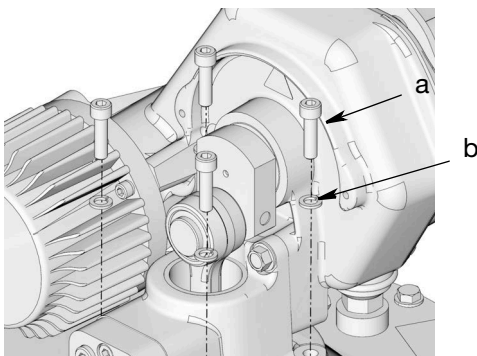

图 8
- 将泵底座上的孔与储罐盖上的孔对齐 (图 8)。使用步骤 1 (第 8 页) 中拆下的螺丝 (a) 和垫圈 (b) 将泵牢牢固定在储罐盖上, 固定时扭矩应达到 28 +/- 3 英尺磅 (37.96 牛•米) (+/-4.1 牛•米)。